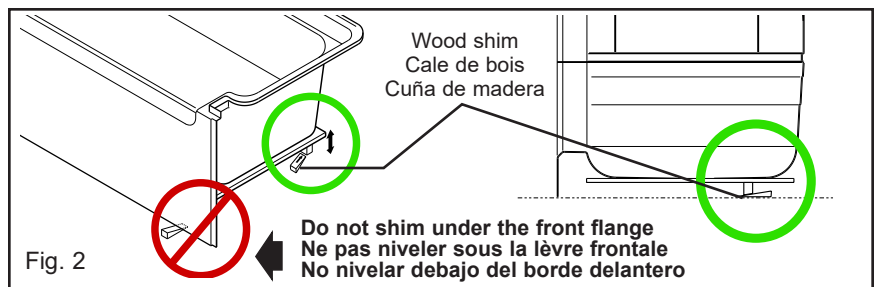

Fig. 2
**Leveling must be done under the wood legs located beneath the unit. Do not level directly behind or under the flange at the front of the unit.** Fig. 2.
**La mise de niveau doit se faire uniquement sous le panneau de bois situé sous l'unité. Ne pas niveler directement derrière ou sous la lèvre à l'avant de l'unité.** Fig. 2.
**La nivelación sólo debe hacerse bajo el panel de madera ubicado debajo de la unidad. No nivelar directamente detrás o debajo del borde delantero de la unidad.** Fig. 2.